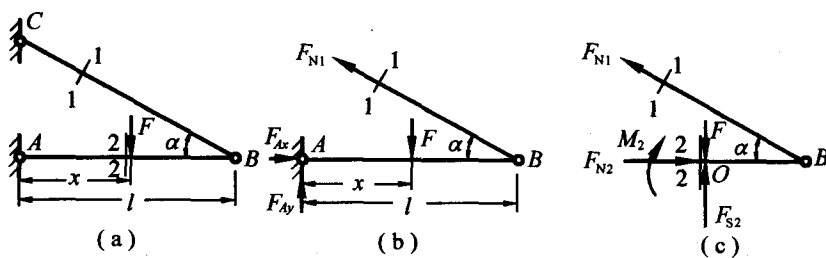

图 1-3
1.3 在图 1-3(a) 所示的简易吊车横梁上, F 力可以左右移动。试求截面 1-1 和 2-2 上的内力及其最大值。
解 应用截面法, 取图 1-3(a) 所示截面 1-1 以右部分作为研究对象, 其受力如图 1-3(b) 所示。由平衡条件 $\sum M_A = 0$, $F_{N1} l \sin \alpha = Fx$, 解得 $F_{N1} = Fx / (l \sin \alpha)$ 。因 x 的变化范围是 $0 \leq x \leq l$, 所以当 $x = l$ 时, F_{N1} 达到最大值, 即 $F_{N1\max} = F / \sin \alpha$ 。
应用截面法, 取图 1-3(a) 所示截面 1-1 和 2-2 以右部分作为研究对象, 受力如图 1-3(c)